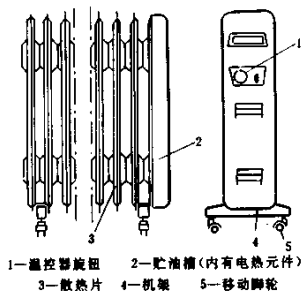

图 2-6-6 充油空间电热取暖器结构
3. 充油空间电热取暖器：这类取暖器又称油汀。它的外形与普通暖气片相似，也是由一片片散热片排列组成，内部装有电热元件和传热介质，其结构如图2-6-6所示。它是一种